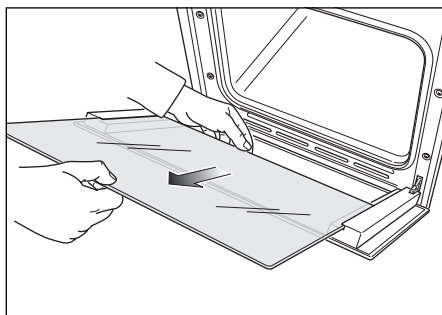

Figura 40e
- Estrarre dolcemente il pannello interno di vetro (Figura 40e).